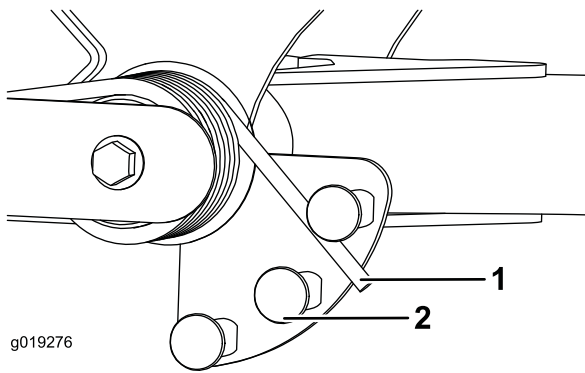

Figure 34
2. Insérez un tube ou un objet similaire sur le ressort long et le faire pivoter autour de l'actionneur de ressort à la position voulue (Figure 34).